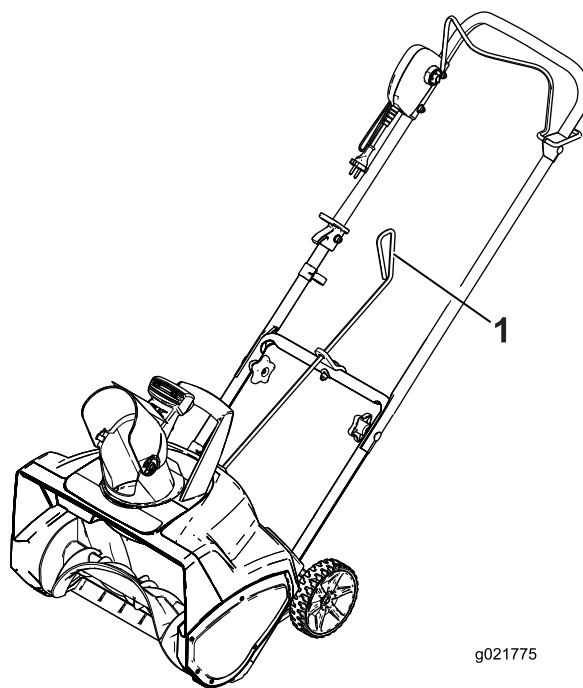
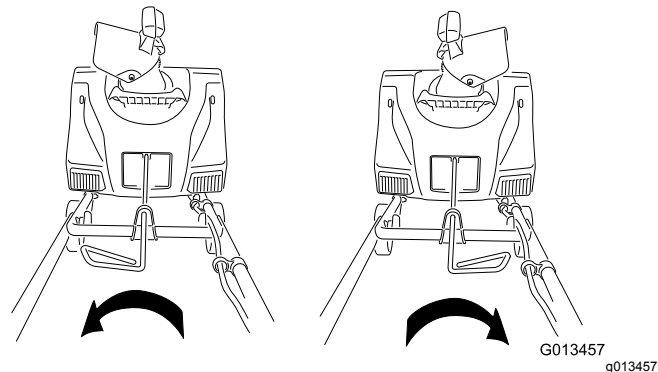

Figura 6
Figura 7
- Verificate che la stegola dell'asta di comando del camino sia rivolta verso l'alto (Figura 6) e inserite l'asta nel foro della chiavetta nella parte posteriore dell'alloggiamento.
6. Spostate la stegola sull'asta di comando del camino per verificare che si sposti nella stessa direzione del camino stesso (Figura 7).
Per regolare il camino di scarico, spostate la stegola sull'asta di comando del camino nella stessa direzione in cui intendete orientare il getto di neve (Figura 6 e Figura 7).